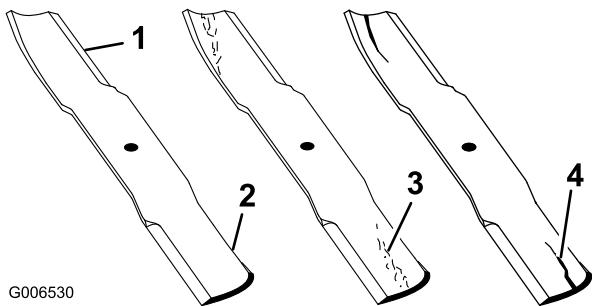

Figura 95
1. Inspeccione los filos de corte (Figura 95). Si los bordes no están afilados o tienen muescas, retire las cuchillas y afílelas. Consulte Afilado de las cuchillas.
2. Inspeccione las cuchillas, especialmente la parte curva (Figura 95). Si observa daños, desgaste o la formación de una ranura en esta zona (Figura 95), instale inmediatamente una cuchilla nueva.